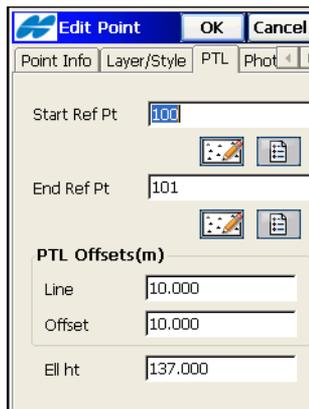

Abbildung 6-8. PTL-Punkt bearbeiten
11. Um einen PTL-Punkt einzugeben, aktivieren Sie zuvor im Hilfemenü des Fensters **Punkte** oben links den PTL-Modus. Beim Hinzufügen oder Bearbeiten von PTL-Punkten geben Sie Start- und Endpunkt sowie die PTL-Offsets ein: Offset vom Startpunkt entlang der Bezugslinie (Abszisse), horizontaler Offset von der Bezugslinie (Ordinate) und Höhenoffset bezogen auf den Startpunkt (Abbildung 6-8).